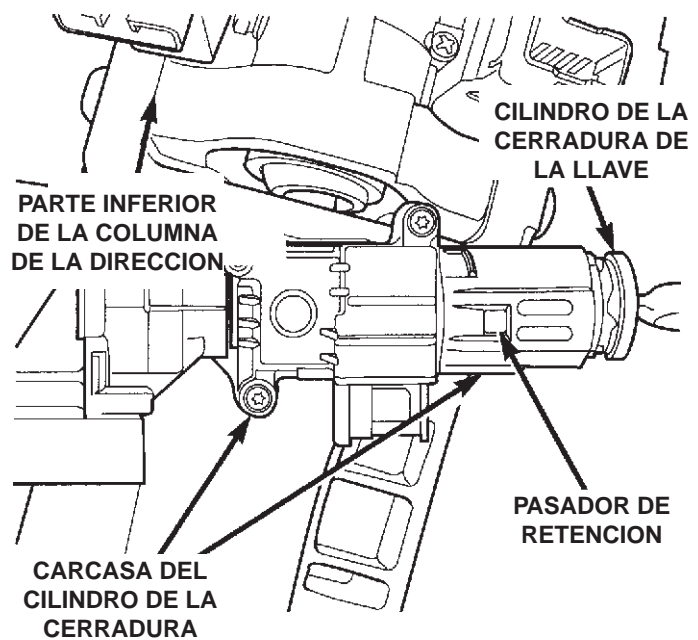
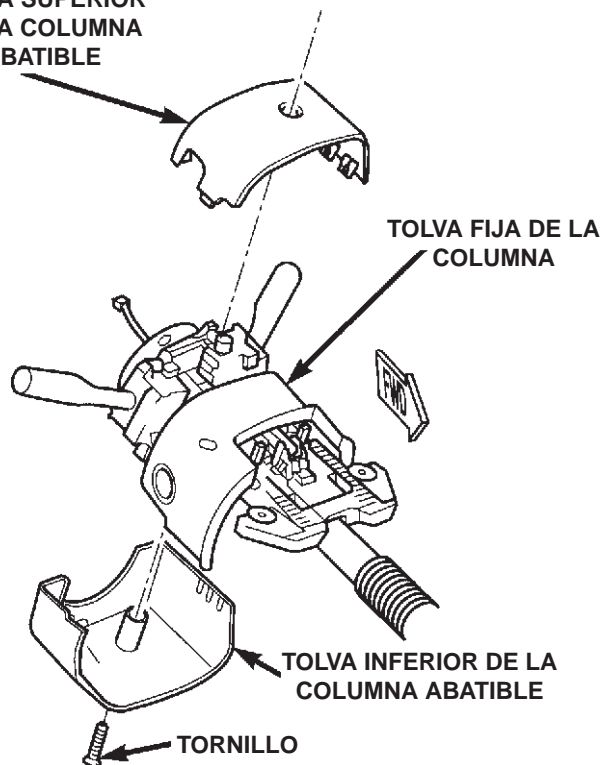

Fig. 37 Pasador de retención
Fig. 38 Desmontaje e instalación de las tolvas
- (1) Desconecte el cable negativo de la batería.
- (2) Coloque la palanca de la transmisión en la posición **ESTACIONAMIENTO**.
- (3) Coloque el volante abatible de la dirección en la posición más alta.
- (4) Un pasador de retención (Fig. 37) está colocado en la parte inferior de la carcasa del cilindro de cerradura.
- (5) Gire la llave a la posición de **EN MARCHA**.
- (6) Apriete el pasador hacia adentro mientras saca el cilindro de la llave de la carcasa. Después de quitarlo, anote la posición de la lengüeta de alineación en el extremo del cilindro. Cuando se instale el cilindro de la cerradura, el cilindro debe girarse de regreso a la posición de **EN MARCHA**.
(7) Quite la cubierta de la abertura inferior de la columna de la dirección. Refiérase a Cubierta de la abertura de la columna de la dirección en el Grupo 8E, Tablero de instrumentos.
(8) Quite las cubiertas superior e inferior (tolvas) de la columna de la dirección (Fig. 38).